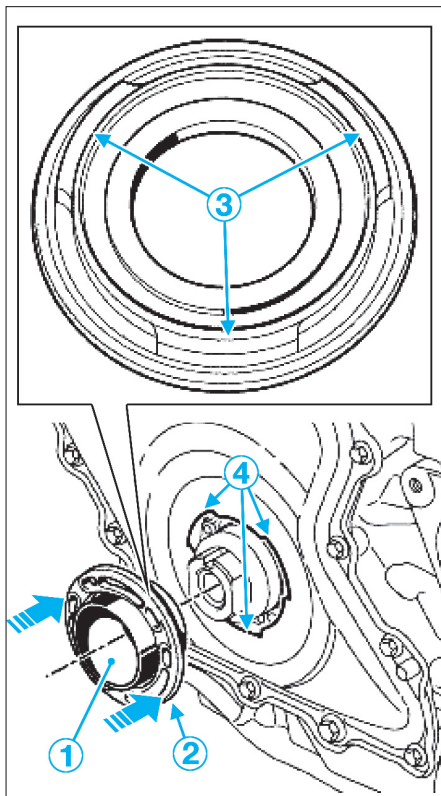

FIG. 29
• Engager l'ensemble protecteur de montage (1) - joint neuf (2) sur le vilebrequin, en alignant les crans (3) du joint avec les encoches (4) du carter de distribution (fig. 29).
- Serrer le joint (9) à la main dans le sens horaire à l'aide de l'outil (10) ; puis le serrer aux couples prescrits.
- Dégager le protecteur (1) (fig. 29).